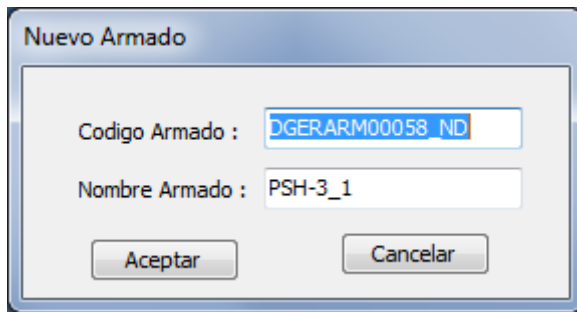

Fig. 17.7
- Aparecerá una ventana donde debe definir el Código y Nombre del nuevo elemento. Ver Fig. 17.7.